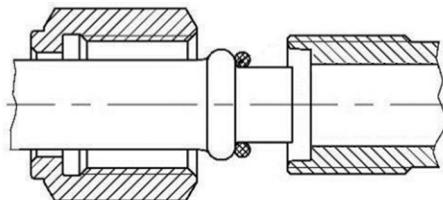

Рисунок 1.1
- При монтаже резьбовых соединений типа «O-Ring» (Рис. 1.1) на торцы соединяемых деталей и резиновое кольцо необходимо наносить две-три капли масла SP-20. На резьбу масло наносить не следует.